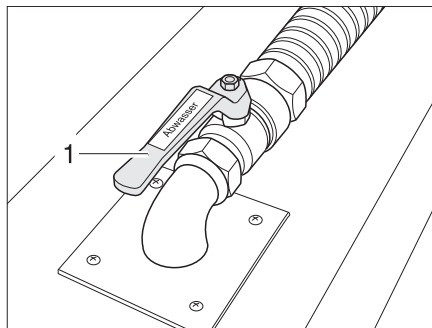

Fig. 338 Grifo para la eliminación de aguas residuales
El grifo para la eliminación de aguas residuales (Fig. 338,1) está en el doble fondo.
- Abrir el grifo para la eliminación de aguas residuales (Fig. 338,1). Se vacía las aguas residuales.